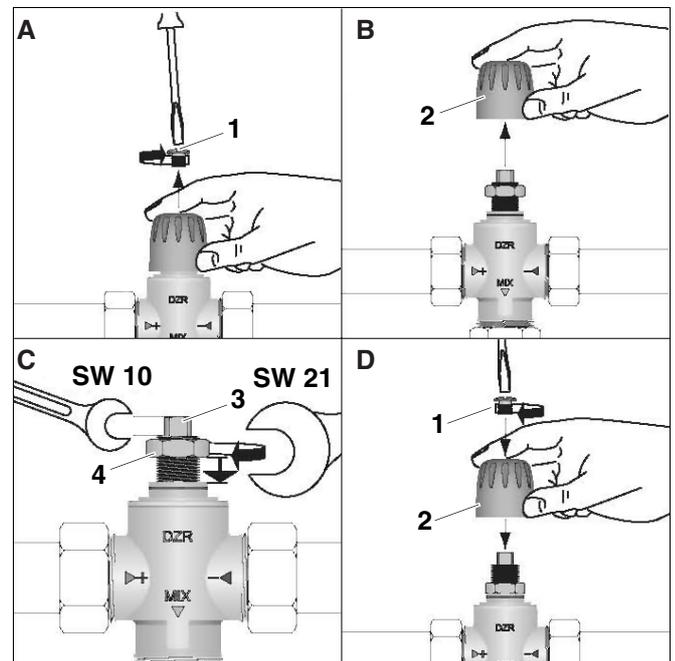

Abb. 9 Temperatur einstellen bei Ausführung A mit blauem Drehknopf
- Schraube (Abb. 9, **Pos. 1**) im blauen Drehknopf rausdrehen (Abb. 9, **Pos. A**).
- Drehknopf (Abb. 9, **Pos. 2**) abziehen (Abb. 9, **Pos. B**).
- Ventilstift (Abb. 9, **Pos. 3**) mit Gabelschlüssel SW 10 gegenhalten (Abb. 9, **Pos. C**).
- Kontermutter (Abb. 9, **Pos. 4**) mit Gabelschlüssel SW 21 kontern (Abb. 9, **Pos. C**).
- Drehknopf (Abb. 9, **Pos. 2**) aufstecken und mit Schraube (Abb. 9, **Pos. 1**) festschrauben (Abb. 9, **Pos. D**).